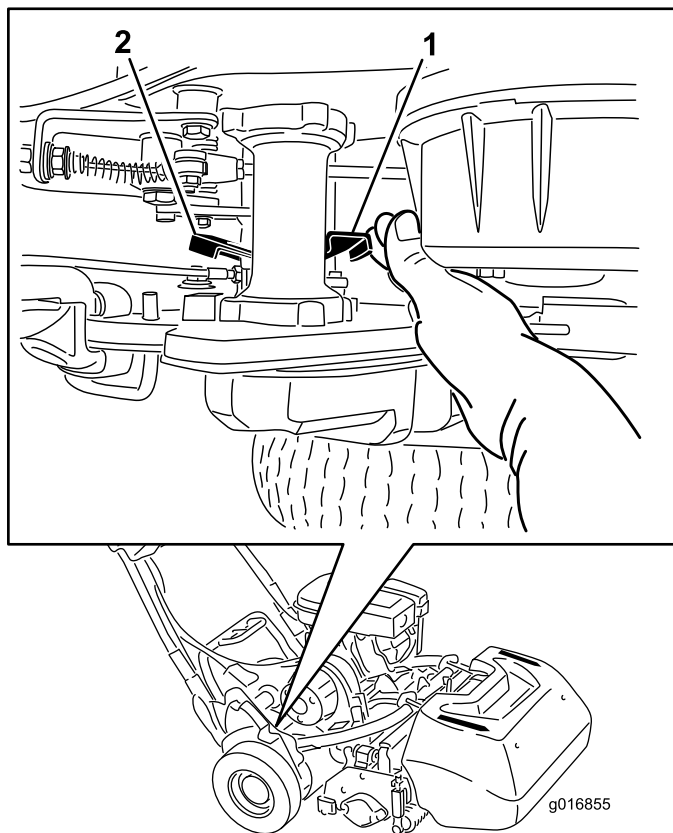

图27
1. 在机器的右后角，找到靠近驱动装置壳体轮鼓的牵引接合/分离控制杆（图27）。